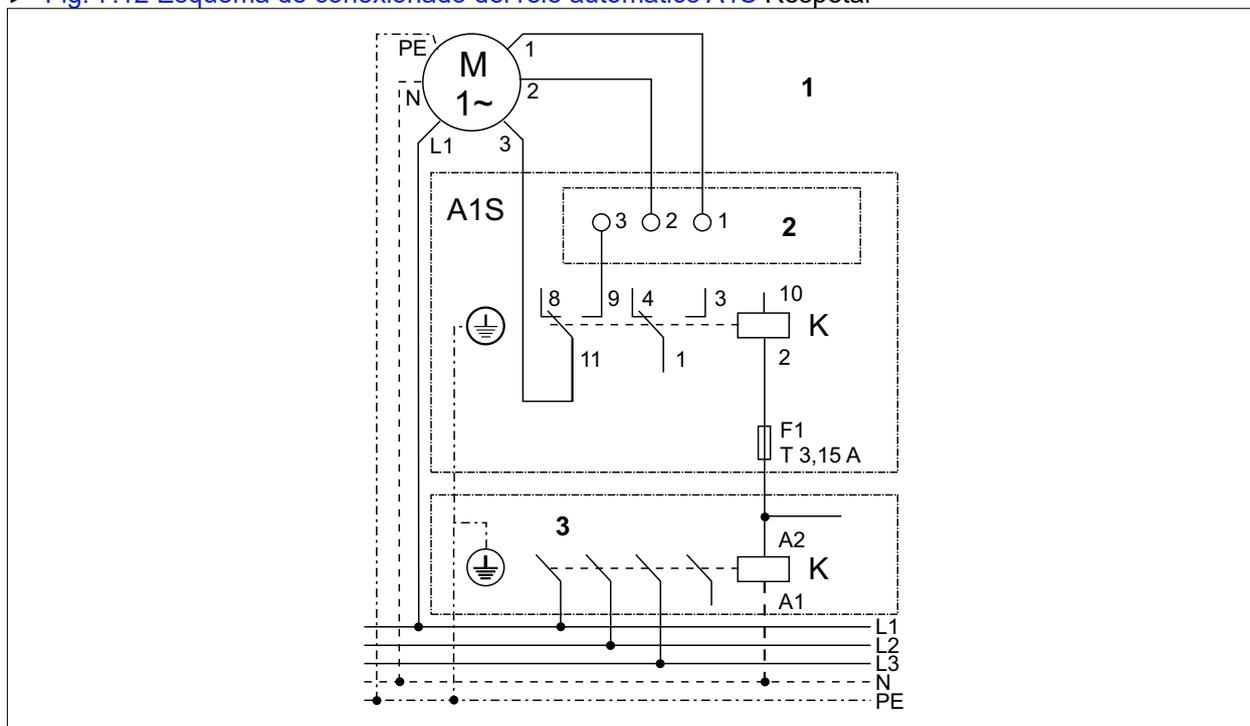

Fig. 7.12 Esquema de conexionado del relé automático A1S
► Fig. 7.12 Esquema de conexionado del relé automático A1S Respetar